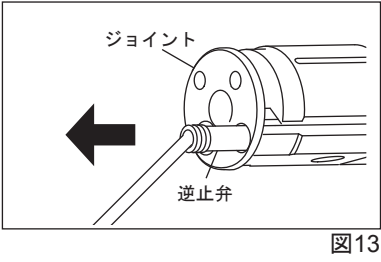

図13
- 4) 細い棒などで古い逆止弁を抜き取り、新しい逆止弁を奥まで挿し込みます。（図13）